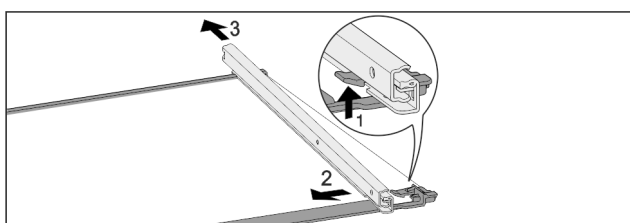

Fig. 139 Staklena plošča z vodili
- ▶ Sprednji zaskočni kaveljček potisnite navzgor. Fig. 139 (1)
- ▶ Izvlačno vodilo potisnite Fig. 139 (2) na stran Fig. 139 (3) in nazaj.